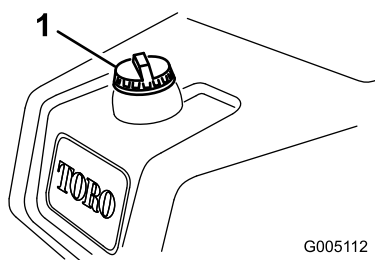

Figura 19
1. Limpe a zona em redor da tampa do depósito de combustível e retire-a (Figura 19).